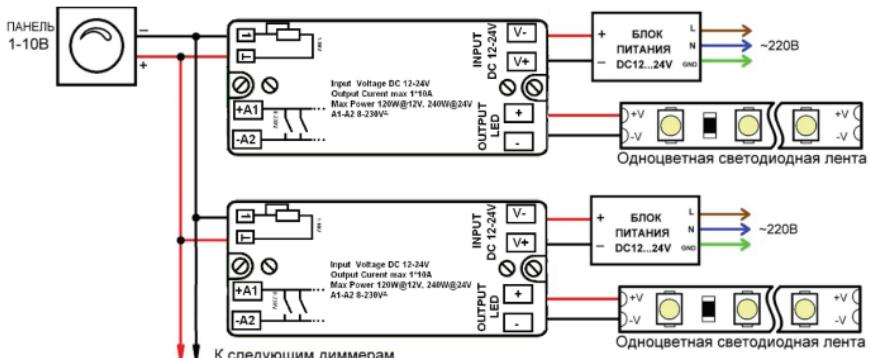

Рис.1. Схема включения для управления 1-10В
- 3.6. Подключите панель 1-10В от контроллера к соответствующему входу диммера, соблюдая полярность, в соответствии со схемой. (рис. 1)